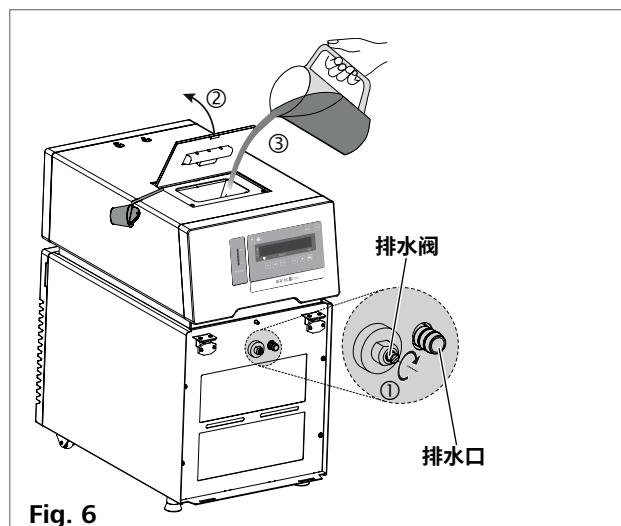

Fig. 6
- 检查并确保排水阀处于关闭状态(如图**Fig. 6**所示，顺时针转动至停止位置)。